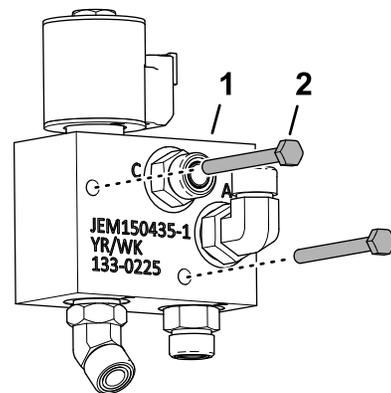

Figura 15
1. Montate i 2 bulloni (¼" x 2½") attraverso il corpo della valvola a basso flusso come illustrato nella Figura 15.